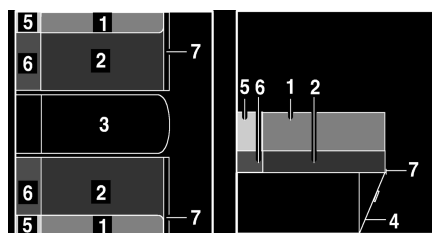

Fig. 88 Après l'agrandissement
- Rabattre la rallonge de la banquette (Fig. 88,7) vers le haut et enclencher avec le rabat (Fig. 88,4).
- Tirer le coussin de dossier (Fig. 88,1) et les coussins d'assise (Fig. 88,2) sur la rallonge de la banquette.
- Placer les coussins supplémentaires (Fig. 88,6) entre les coussins d'assise et la paroi extérieure.
- Placer les coussins supplémentaires (Fig. 88,5) entre les coussins de dossier et la paroi extérieure.